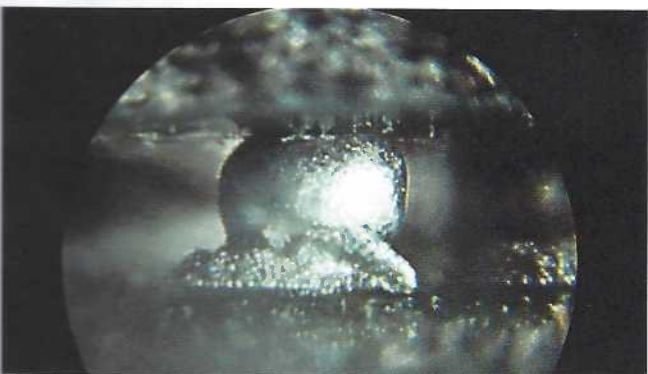

Bild 8-167
- BGA-Lotkugelanschlüsse zeigen unvollständiges Aufschmelzen der Lotpaste, siehe Bild 8-167.